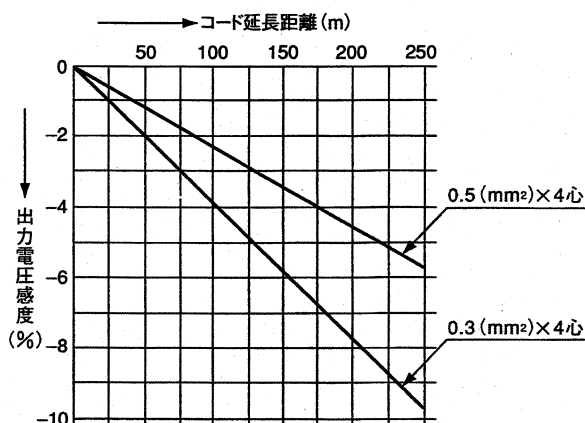

図8 コード延長時の出力電圧感度変化
- 7.4 コード（標準5m）を延長した場合は、次式で指示値を補正して下さい。（図8参照）